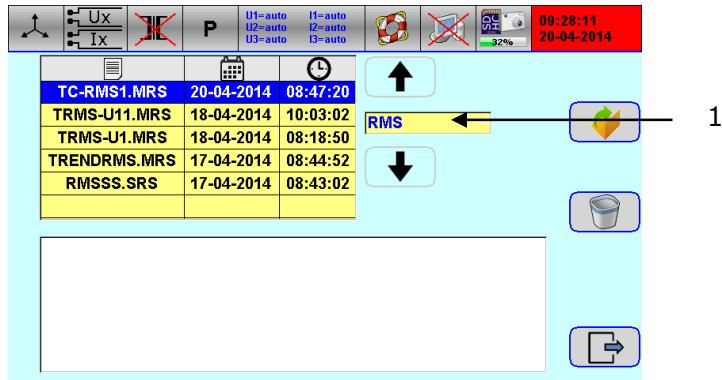

Abb.7.25. Fenster der Dateiliste der Messergebnisse
- Drücken Sie auf das Feld zwischen den Pfeilen (☞ Abb.7.25 Pos.1) und geben Sie einen Teil des gewünschten Dateinamens mit Messergebnissen ein. Dadurch werden in der Tabelle nur Dateien angezeigt, die den eingegebenen Teil des Dateinamens enthalten.